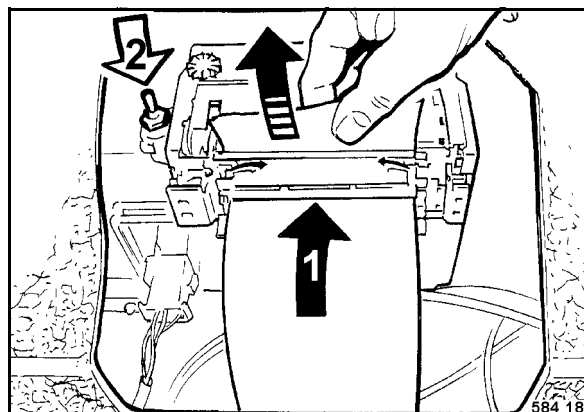

Fig. 117
- Colocar un nuevo rollo de papel (Fig. 117).
- Insertar el papel en el alojamiento (1) en la impresora.
- Accionar la tecla basculante (2) en el sentido de la flecha hasta el papel sale del mecanismo de impresión.